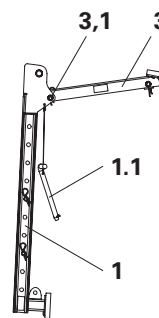
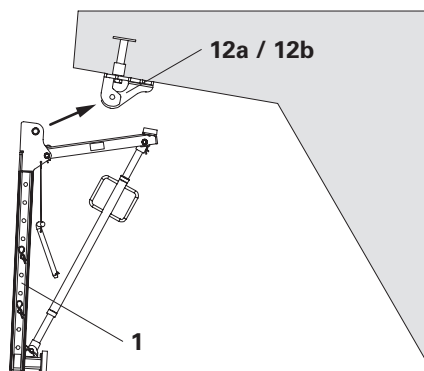
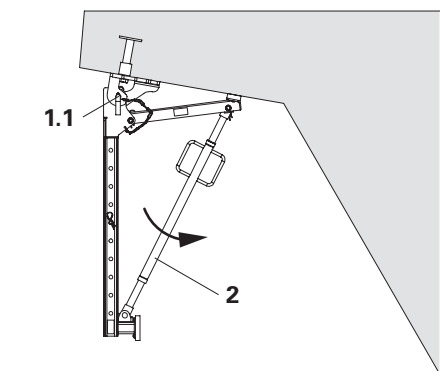

Fig. B1.04
Fig. B1.06
Fig. B1.07
3. Fissare il braccio della mensola VGK 50 (3) con perno e inserto a molla (3.1) al montante mensola VGK (1). (Fig. B1.04)
4. Fissare il braccio regolabile AV pre-regolato (2) sul braccio della mensola VGK 50 (3) con perno e inserto a molla (3.2).
5. Fissare il braccio regolabile AV pre-regolato (2) sul montante mensola VGK (1) con perno e inserto a molla (2.2).
6. Agganciare l'unità mensola VGK (1) nella testa a sospensione VGK (12) e bloccare con perno di bloccaggio Ø20x260 mm (1.1) e inserto a molla 4/1.
7. Allineare in verticale l'unità mensola VGK (1) con il braccio regolabile AV (2). (Fig. B1.06 + Fig. B1.07)